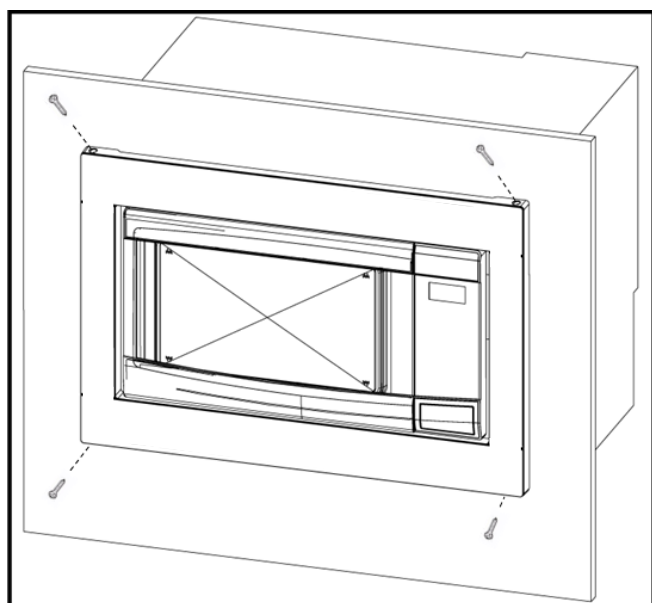

Ilustración 8
2. Revise que esté nivelado y luego asegúrelo con los TORNILLOS tipo B. Asegure la parte inferior del MONTAJE DEL MARCO con los dos TORNILLOS tipo B restantes. Consulte la Ilustración 8.